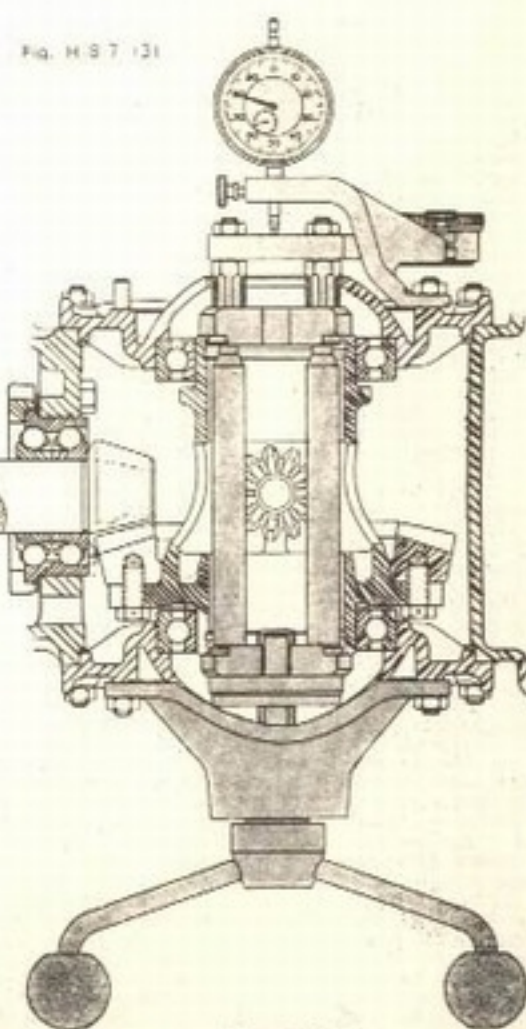

Fig. 24-K
e) — Vira-se a carcaça e, com duas porcas sextavadas da tampa, fixa-se o suporte do relógio micrométrico para medida da folga dos dentes nos dois pinos de tração do dispositivo, como se vê na fig. 24-K. Nesse mesmo lado, oposto ao da coroa, fixa-se o suporte do relógio micrométrico que mede o deslocamento axial do diferencial. Esse relógio aparece de frente na fig. 24-K e seu pino vai descansar sobre